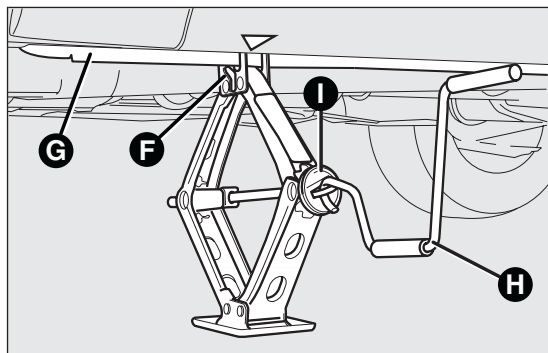

Abb. 99
- ☐ Die Kurbel ansetzen und bewegen, damit der Wagenheber teilweise geöffnet wird Abb. 99;
- ☐ Sicherstellen, dass der Nut F Abb. 99 des Wagenhebers gut die Rippe G Abb. 99 des Längsholms aufnimmt;
- ☐ Die Handkurbel H Abb. 99 des Wagenhebers in die Vorrichtung I Abb. 99 einführen und das Fahrzeug hochkurbeln, bis es einige Zentimeter über dem Boden steht. Beim Drehen der Kurbel darauf achten, dass dies ungehindert und ohne Gefahren von Abschürfungen an der Hand durch Berührungen mit dem Boden erfolgen kann. Auch die sich bewegenden Teile des Wagenhebers (Schraube und Gelenke) können Verletzungen verursachen. Reinigen Sie sich sorgfältig, wenn Sie mit dem Schmierfett in Kontakt gekommen sind;